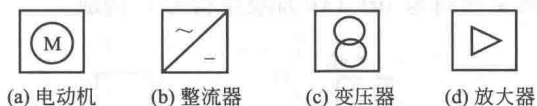

图 1-5 方框符号的应用图例
④ 方框符号 电气图形符号还有一种方框符号，用以表示设备、元件间的组合及其功能。它既不给出设备或元件的细节，也不反映它们之间的任何关系，是一种简单的图形符号，通常只用于系统图或框图。方框符号的外形轮廓一般为正方形，如图 1-5 所示。
(2) 图形符号的构成 实际用于电气图中的图形符号，通常由一